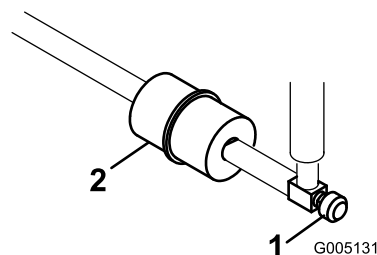

図 42
インラインタイプの燃料フィルタが、燃料タンクとキャブレタの間に設置してあります 図 42。
1. 燃料バルブを閉じる 図 42。
2. フィルタの下に回収容器を置き、フィルタのキャブレタ側のホースクランプをゆるめて燃料ラインからフィルタを外す (図 42)。
3. もう一方のホースクランプをゆるめてフィルタを取り出す 図 42。